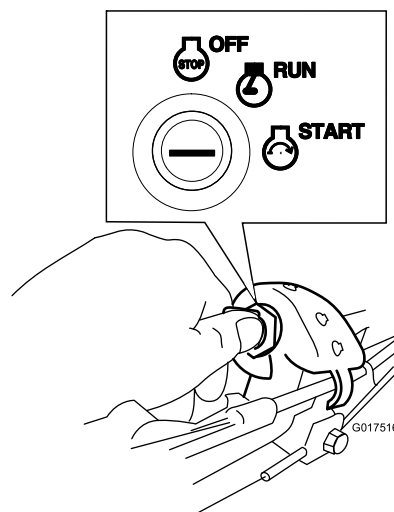

Figura 18
- **Chiave di accensione:** girate la chiave di accensione e mantenetele in posizione di avviamento (Figura 18); rilasciatela quando il motore si avvia.
1. Girate la chiave di accensione in posizione di FUNZIONAMENTO (Figura 18).